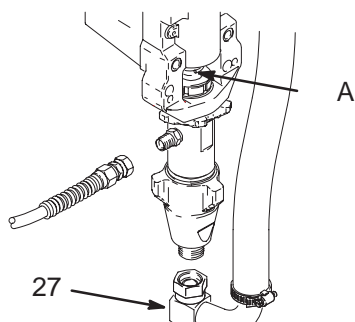

Fig. 16 8828A
1. Fig. 16. Rinçage de la pompe.
3. Amener la tige de piston (A) de la pompe en fin de course inférieure.
4. Enlever le flexible d'aspiration/de décharge (27).